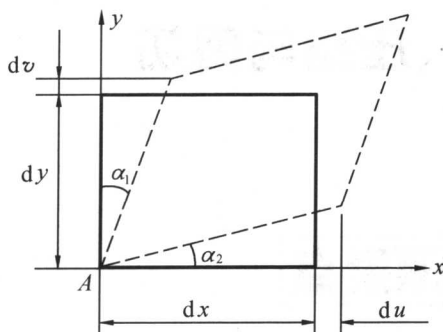

图 1-8
4. 如图 1-8 所示为从构件内 A 点处取出的单元体, 构件受力后单元体的位置用虚线表示, 则称 du/dx 为_____, dv/dy 为_____, $(\alpha_1 + \alpha_2)$ 为_____。